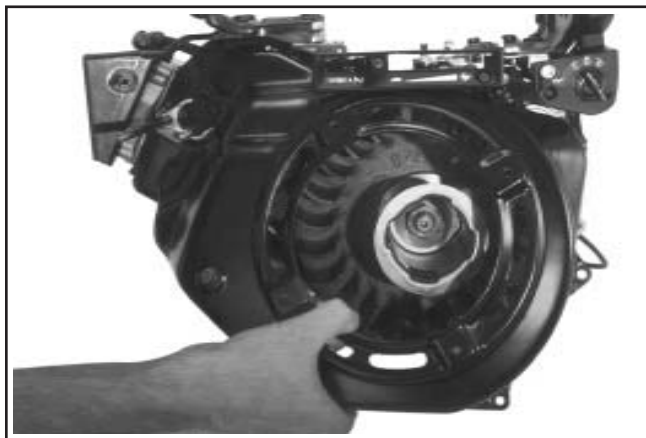

Figure 11-96. Installation du carter du ventilateur.
1. Installer le carter du ventilateur derrière la tringle de l'accélérateur et le ressort amortisseur. Commencer à visser toutes les vis à brides hexagonales. Sur les moteurs CS4 et CS6, fixer le câble de terre avec la vis en argent dans l'emplacement droit supérieur. Voir les figures 11-96, 11-97 et 11-98. Serrer les vis au couple de 7 N·m (62 in. lb.).